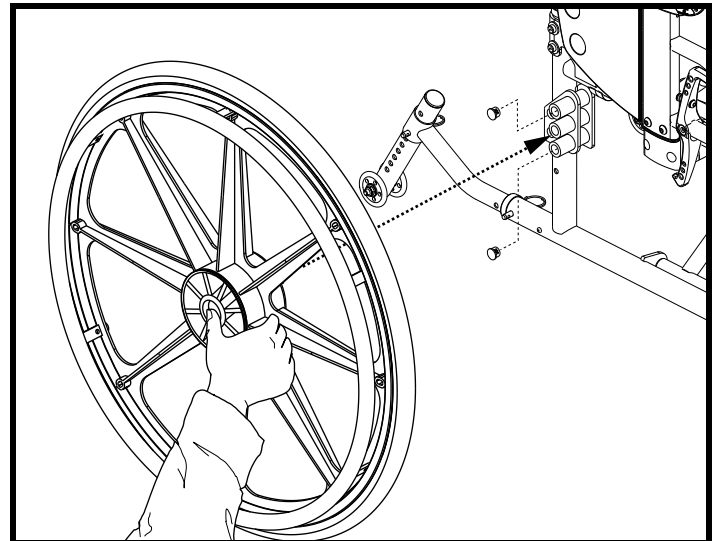
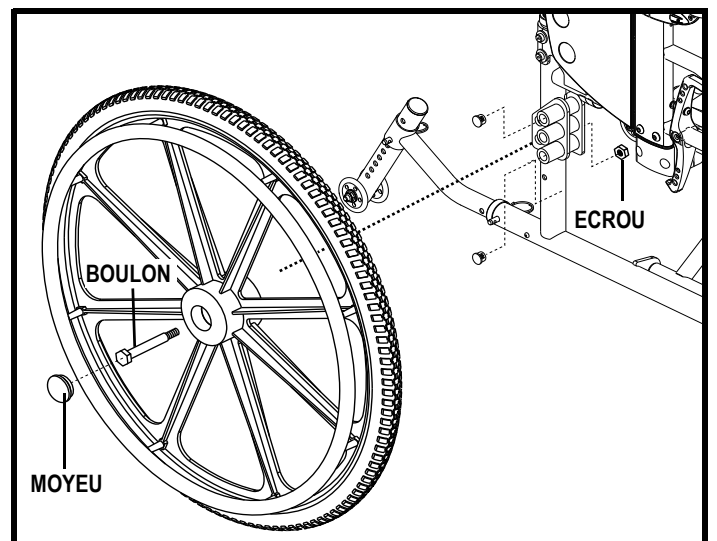

Figure 12. Bouton de détente rapide de la roue
Figure 13. Roue motrice boulonnée
1. Retirer la roue. Si votre fauteuil roulant est équipé d'essieux à dégagement rapide, appuyer sur le bouton de dégagement rapide et retirer la roue arrière. **Voir la figure 12.** Si votre fauteuil roulant est équipé de roues arrière boulonnées, retirer d'abord l'enjoliveur puis retirer ensuite l'écrou et le boulon. **Voir la figure 13.**